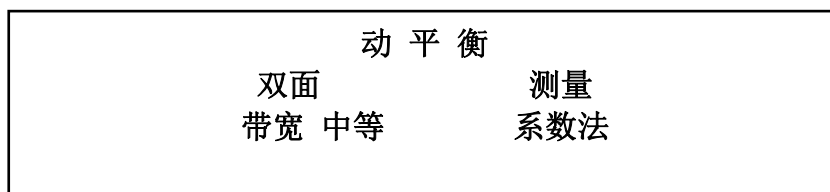

图 4-32
(1) 进入动平衡菜单（图 4-6），将<单面>切换成<双面>、<试重法>切换成<系数法>，如图 4-32。